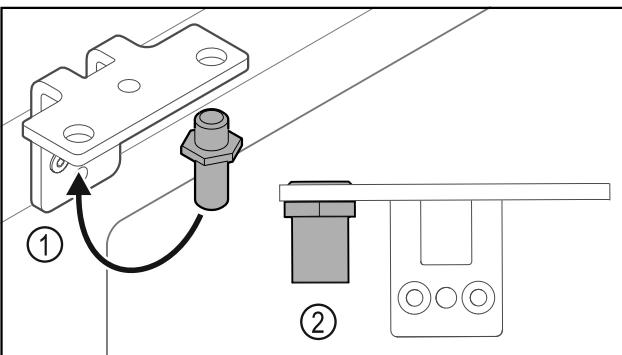

Fig. 17
- Prestavite sornik v kotniku tečajev vrat Fig. 17 (1).
- Sornike Fig. 17 (2) zategnite z **zateznim momentom 12 Nm**.